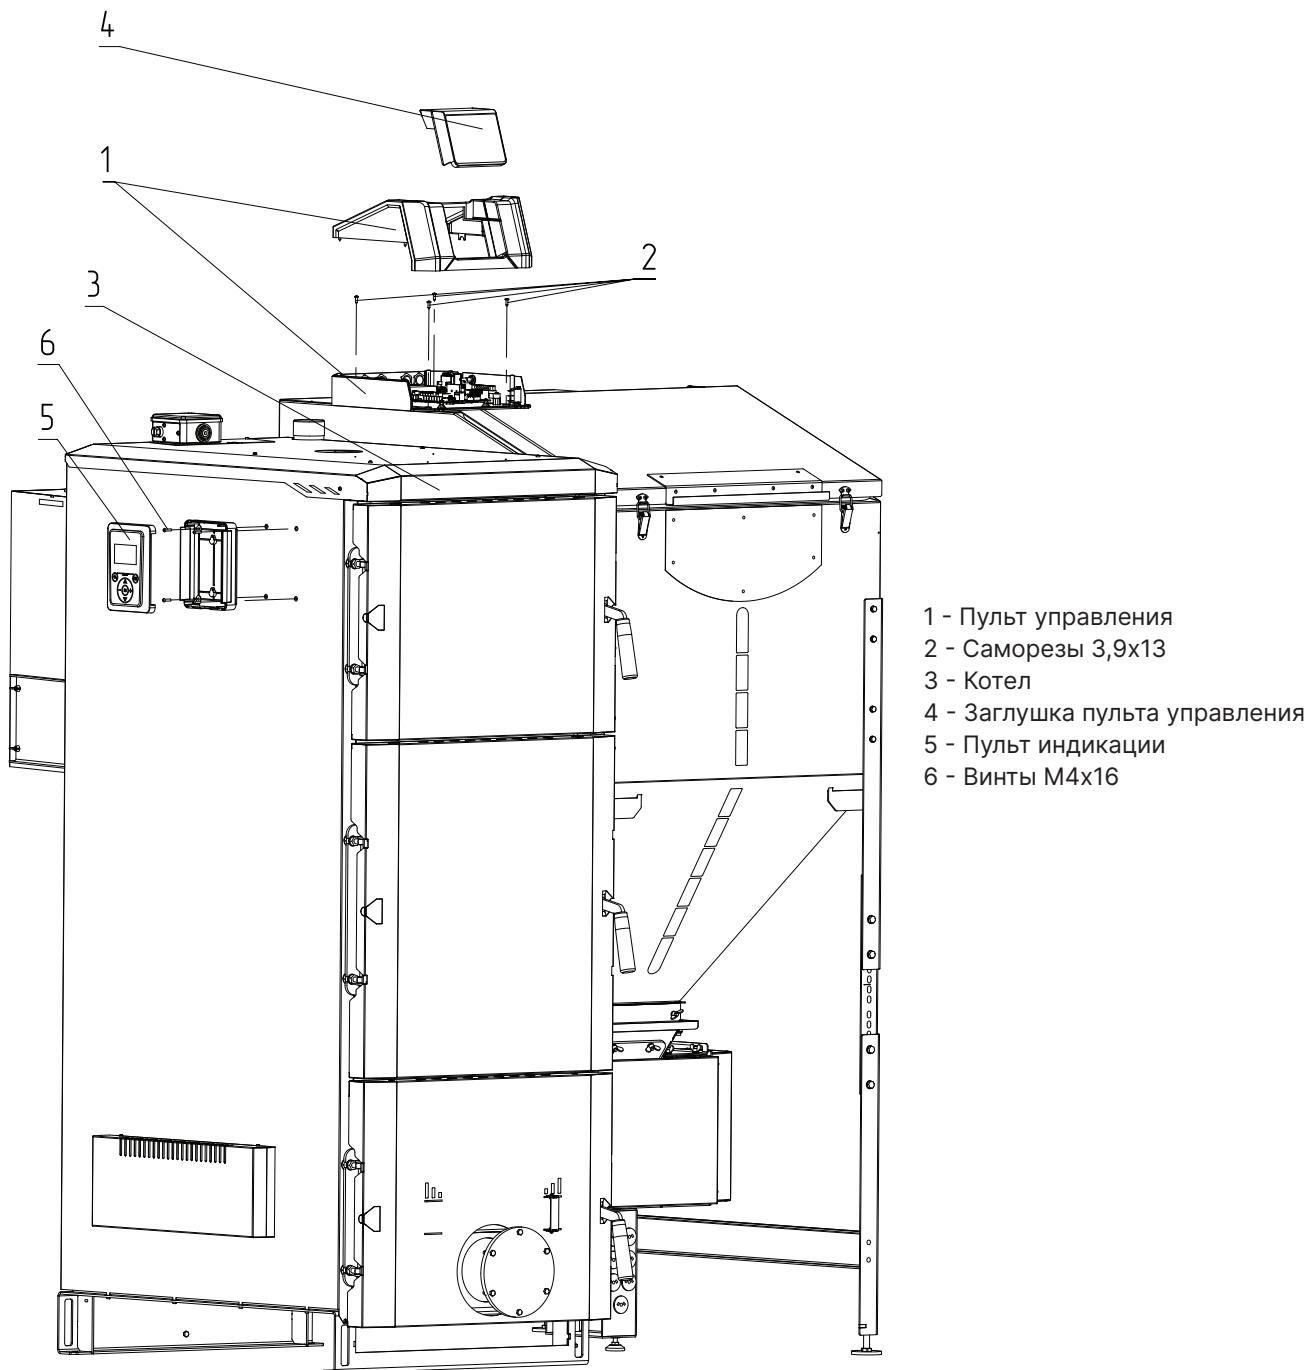

Рис.11.1 Монтаж пульта управления на котлах ZOTA Pellet Black 85-135 кВт
1. Извлеките из комплекта поставки пульт управления (**Рис.11.1, поз.1**) и крепёжные элементы;
2. Зафиксируйте пульт управления (**Рис.11.1, поз.1**) на верхней части котла (**Рис.11.1, поз.3**) саморезами (**Рис.11.1, поз.2**), как показано на **рисунке 11.1** и установите заглушку пульта управления (**Рис.11.1, поз.4**);
3. Зафиксируйте основание блока индикации (**Рис.11.1, поз.5**) на боковой стенке котла винтами (**Рис.11.1, поз.6**), как показано на **рисунке 11.1**.